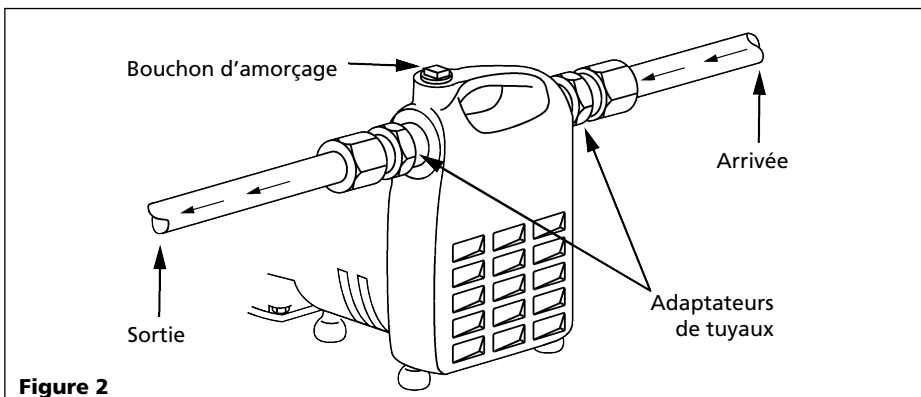

Figure 2
4. La figure 2 démontre une installation typique. Des adaptateurs filetés sont fournis pour attacher un boyeau d'arrosage là où les conditions permettent son usage. La pompe ne devrait jamais être plus que 4,6 m (15 pieds) par dessus ou éloigné de la source d'arrivée. Installer un clapet à pied lorsque la hauteur d'aspiration est au delà de 3,0 m (10 pieds) ou lorsque la